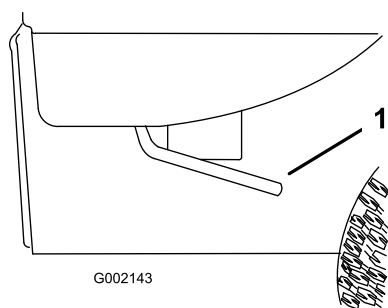

Figura 23
1. Com a alavanca em cada um dos lados, levante a caixa (Figura 23).